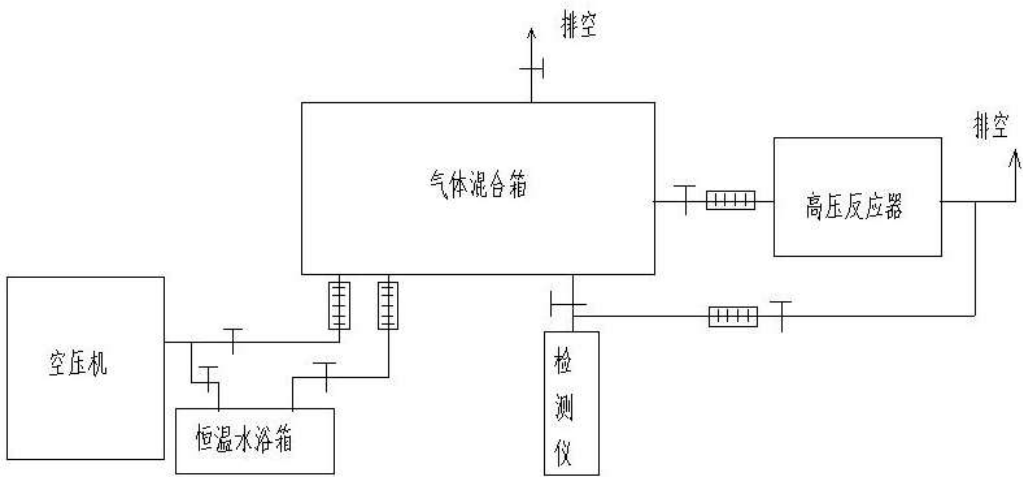

图 18-2 实验流程示意图
(2)如图 18-2 所示，打开恒温水浴箱并调节开关等到其升到适宜温度；打开各路阀门，并打开空气压缩机。空气一路直接进入气体混合箱，一路进入恒温水浴箱(装有污染物溶液的抽滤瓶)，强制通风带出污染物气体分子进入气体混合箱，当两路气流在混合箱中混合后保持通气数分钟，使污染物的浓度趋于稳定，注意检测气路密闭性。